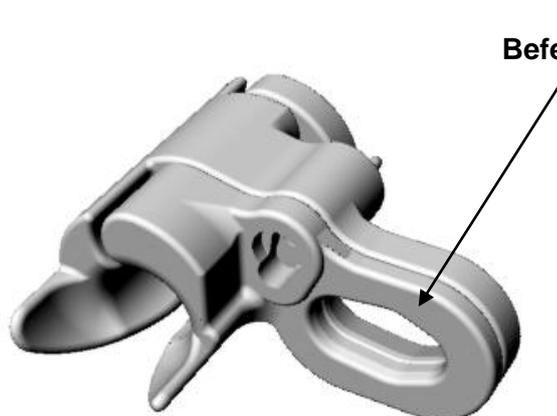
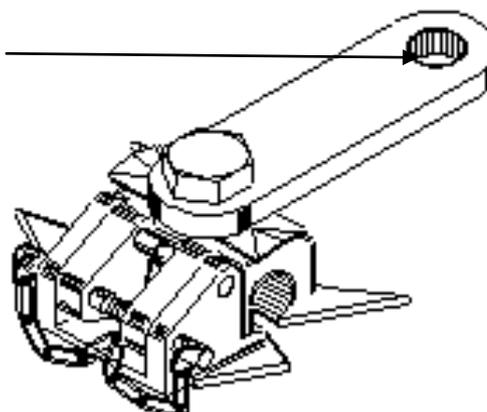

Abbildung 34 – KeeLine® Mini Gleiter für die horizontale Anwendung
Abbildung 35 – KeeLine® - Überkopfgleiter
- Die Sicherungsstifte am KeeLine®-Gleiter für Über-Kopf-Anwendungen sind an beiden Seiten befestigt und verhindern somit eine Öffnung des Gerätes und das Herausrutschen des Seiles (s. Abb. 34).
- Bei Verwendung des KeeLine® - Gleiters für horizontale Anwendungen wurde auf das Einrasten des Drucktasters geachtet, so dass sich der Gleiter nicht versehentlich vom Seil lösen kann (s. Abb. 35).
Wenn das System offensichtlich bereits zum Abfangen eines Sturzes eingesetzt wurde, darf es nicht verwendet werden, bis Ihnen eine schriftliche Freigabe einer sachkundigen und befugten Person vorliegt. Das Verbindungsmittel darf ausschließlich an den Ösen der KeeLine® - Gleiter befestigt werden, siehe Abb. 34 und Abb. 35. Keinesfalls darf das Verbindungsmittel direkt am Seil oder an einem sonstigen Teil des KeeLine® - Systems befestigt werden.